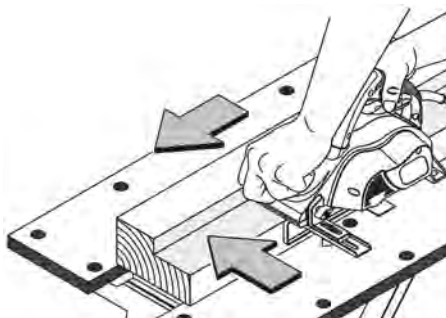

fig. 6 – haciendo talla
3. Acerque la guía lateral a la pieza, conforme fig. 6;
6. Haga el cepillado siempre moviendo el cepillo para adelante presionándolo para abajo, fig. 6.